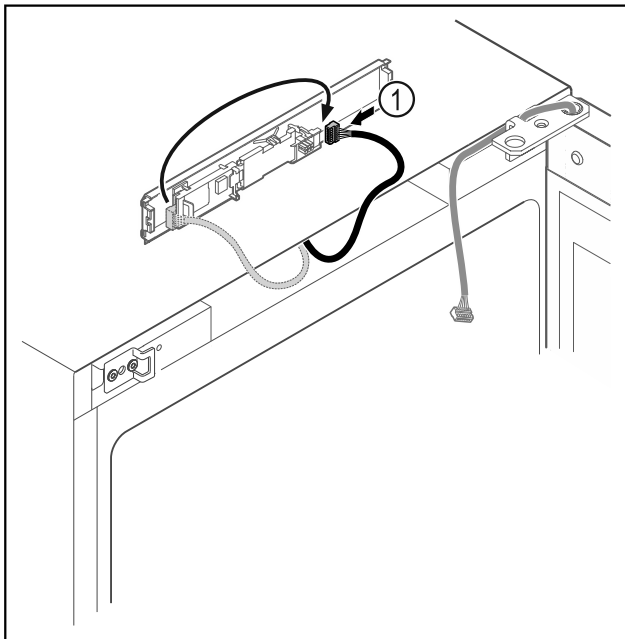

Fig. 9
- Stecker Fig. 9 (1) auf Platine umstecken.